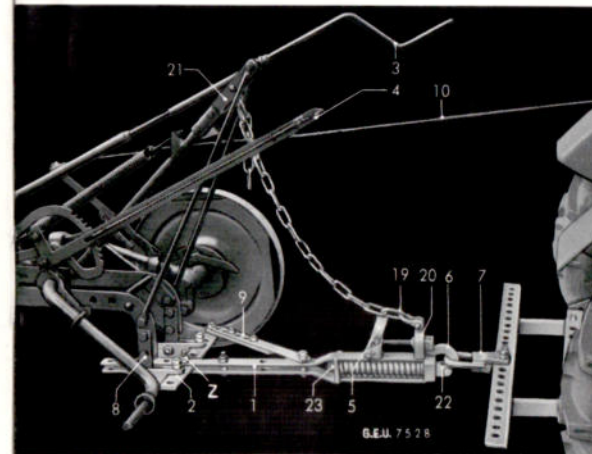

Bild 2: Die Zugvorrichtung
1. Es ist vor allem auf die richtige Lage des Zugpunktes Z zu achten. Einzelheiten ersehen Sie aus Bild 2.
4. Zugstück gemäß Bild 2 an der Ackerschiene befestigen, und zwar etwas rechts von der Mitte.
6. Seil 10 (bzw. 8) am Pflug am Hebel 11 befestigen (siehe Bild 2 bzw. 3).
Kette 19 entsprechend Bild 2 einhängen. Die Kette soll leicht durchhängen.
8 Zugseil (auf Bild 2 mit Nr. 10 bezeichnet)
### A. Einstellen der Zugvorrichtung (Bild 2 und 4)
2. Spindel 3 (Bild 2) einige Umdrehungen nach links drehen.
Mit der Schraube 23 (Bild 2) kann der Stoßfänger so eingestellt werden, daß er früher oder später anspricht.